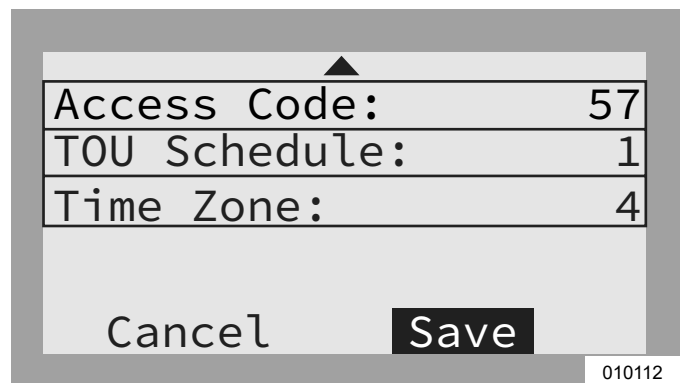

Figure 6-14. Configurer un horaire TOU (4 de 4)
8. Voir **Figure 6-14**. Pour valider toutes les modifications, mettre Save (Enregistrer) en surbrillance et appuyer sur la touche centrale.